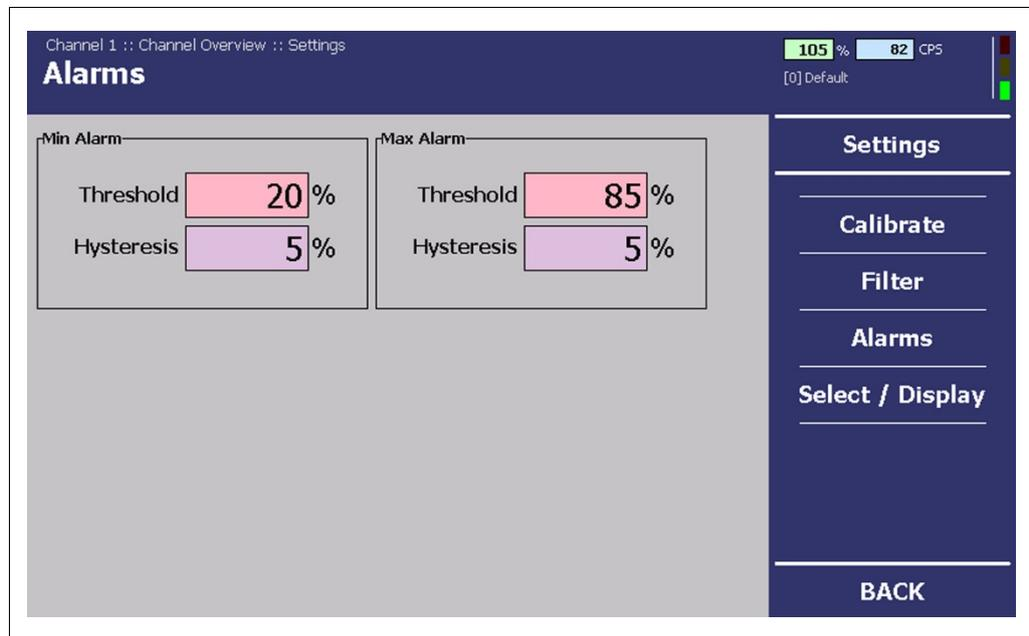

Abb. 64 Menü „Kanalübersicht“, Einstellungen – Alarme
2. Klicken Sie auf <Analog IO> bzw. <Digital IO> (Abb. 64, Pos. 1).